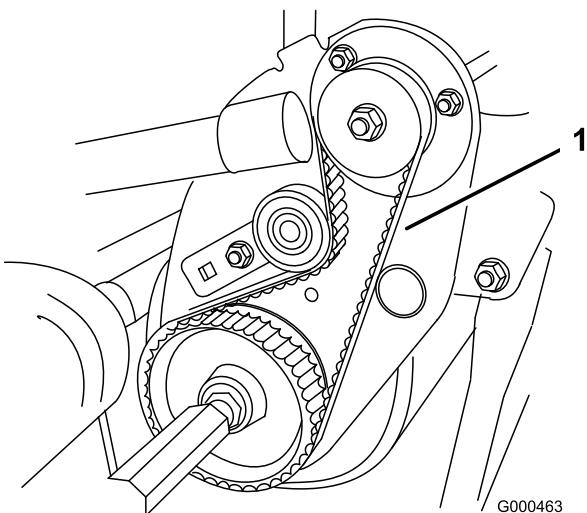

Bild 42
2. Prüfen Sie die Spannung des Riemens (Bild 42). Wenden Sie eine Kraft von $2 \pm 0,5$ kg in der Mitte der Scheiben an. Der Riemen muss sich $4,8 - 7,9$ mm durchbiegen lassen. Machen Sie bei einem falschen Durchbiegungswert mit dem nächsten Schritt weiter.